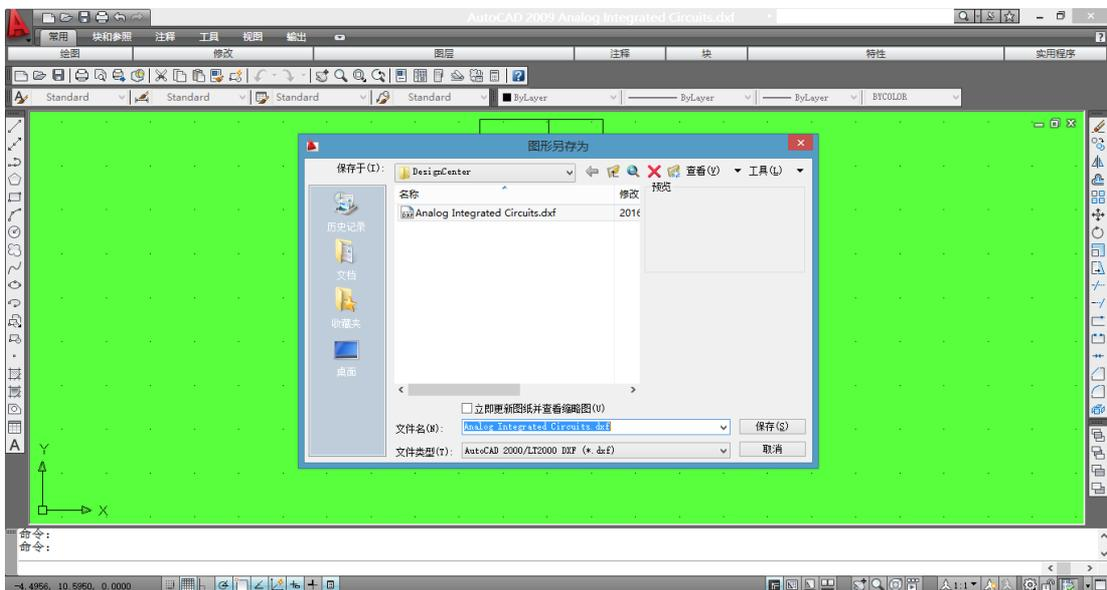

图 6-52 选取文件类型
(5) 选取文件类型为“AutoCAD 2000/LT2000 DXF (*.dxf)”,如图 6-52 所示,单击“保存”按钮即可。